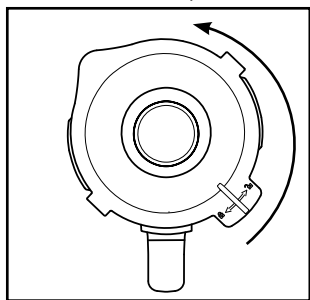

Fig. 1
- 2) Retirez le couvercle **2** en le tournant dans le sens anti-horaire en direction de la position  (voir fig. 1), jusqu'à pouvoir le retirer par le haut.
- 3) Remplissez le bol mixeur ❸ au minimum jusqu'au trait inférieur de la graduation ❸ et au maximum jusqu'au repère MAX. Pour d'excellents résultats, nous recommandons les quantités maximales suivantes :